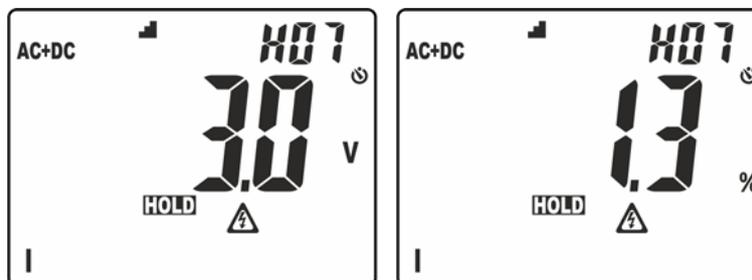

Fig. 4: Visualização da ordenação das amplitudes da análise harmónica
- Pressão prolongada do botão (pelo menos 2s) para ativar a função **H₂O** (**H**igher **H**armonic **O**rdening de ordenação da amplitude dos harmónicos. Nestas condições, a função "HOLD" é automaticamente ativada, o símbolo "▬" aparece no display, a barra gráfica é desativada e o instrumento apresenta o valor das amplitudes de todos os harmónicos compreendidos entre a ordem 2 e a 25, por **ordem decrescente** a partir do harmónico de amplitude maior como se mostra na Fig. 4
No exemplo da Fig. 4 o harmónico de amplitude maior corresponde à ordem 7. Premir o botão \blacktriangle para observar as amplitudes dos restantes harmónicos e premir novamente o botão **H/H%/H▬** para passar à visualização dos valores absolutos ou em percentagem. Rodar o seletor para sair da função.